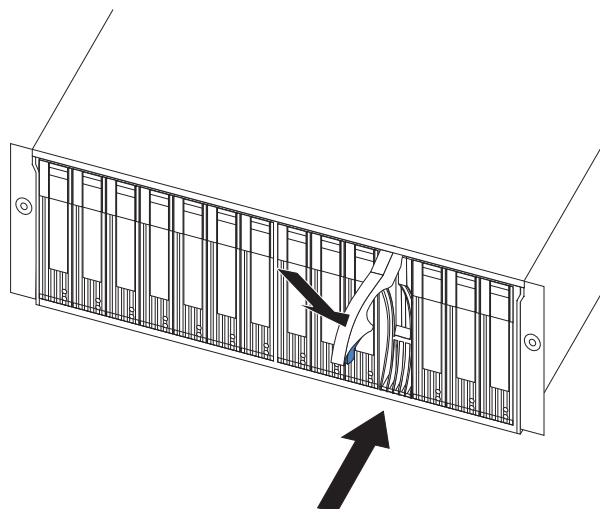

図 14. ホット・スワップ・ハード・ディスクの取り替え
2. 21 ページの図 14 に示すように、トレイ・ハンドルを閉じる (ラッチがかかった) 位置に押し下げます。